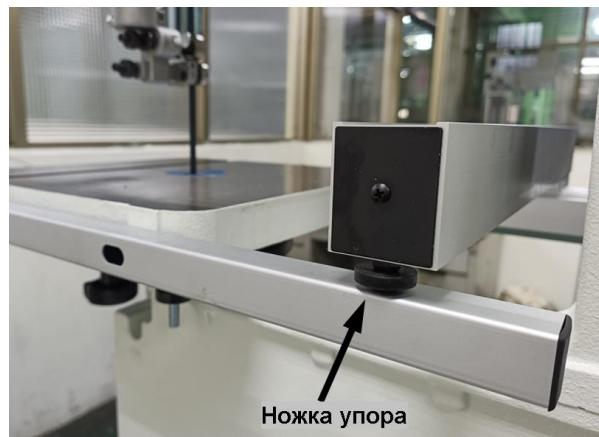

Рисунок 12
- Накрутите гайку M6 на ножку упора, затем вкрутите ее в заднюю нижнюю часть профиля упора. Убедитесь, что зазор между столом и упором составляет около 1 мм. Для регулировки используйте опорные направляющие и заднюю направляющую упора (см. рисунок 12).